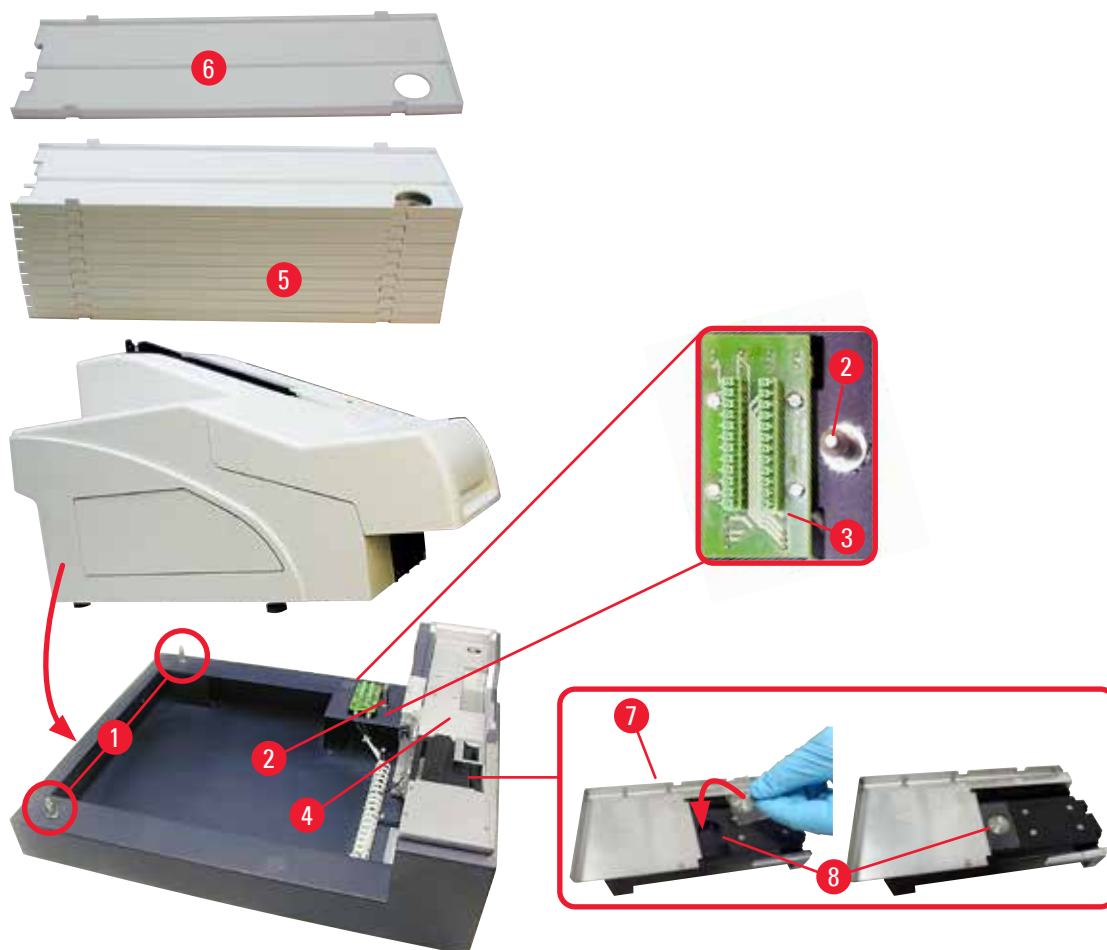

Fig. 12
4. Håll i båda sidor av skrivaren (höger och vänster) och placera den så att de båda bakre bultarna (→ "Fig. 12-1") passas in i fundamentet först, enligt vad som visas i (→ "Fig. 12").